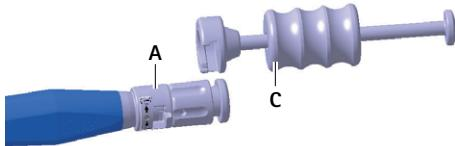

Fig. 5 Montera hammaren på insättningsinstrumentet
- Montera hammaren C på insättningsinstrumentet A, se Fig. 5.
- ▶ Montera hammaren B på insättningssinstrumentet A, se Fig. 5.